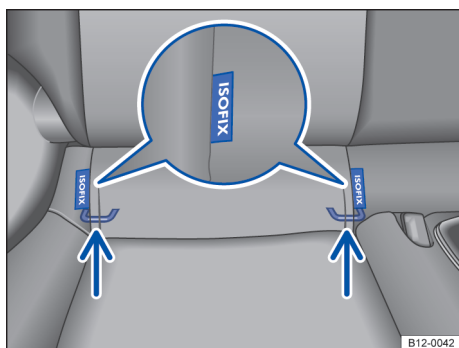

Fig. 35 No banco do veículo: identificação dos pontos de ancoragem inferiores para cadeiras de criança.
Os 2 olhais de retenção para cada cadeira de criança dotado do sistema ISOFIX podem ser acionados através das fendas existentes no revestimento do assento do banco traseiro → Fig. 35.
- Encaixar a cadeira de criança nos olhais de retenção → Fig. 35 no sentido da seta. A cadeira de criança deve engatar de forma segura e audível (click).
- Colocar a cadeira de criança sobre a superfície do banco e prender os ganchos dos cintos de fixação nos olhais de retenção → Fig. 35, caso os cintos de fixação sejam fornecidos junto com a cadeira de criança.